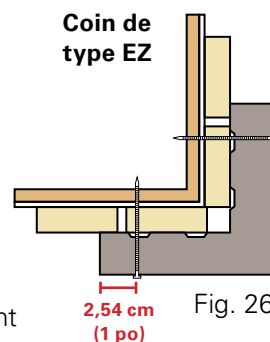

Fig. 26
- Tous les coins de revêtement en bois Fraser doivent être fixés à l'aide des clous de 7,62 cm (3 po) Revêtement en bois Fraser de couleur assortie tous les 40,64 cm (16 po) depuis le centre, à environ 1,905 cm (3/4 po) – 2,54 cm (1 po) du bord de la moulure. (Voir la Figure 26/27)